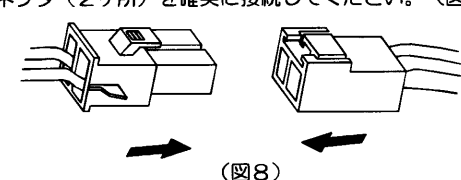

図8
②電源を通电し、信号装置からの信号を送ったのち、蓄電池のコネクタ(2ヶ所)を確実に接続してください。(図8)